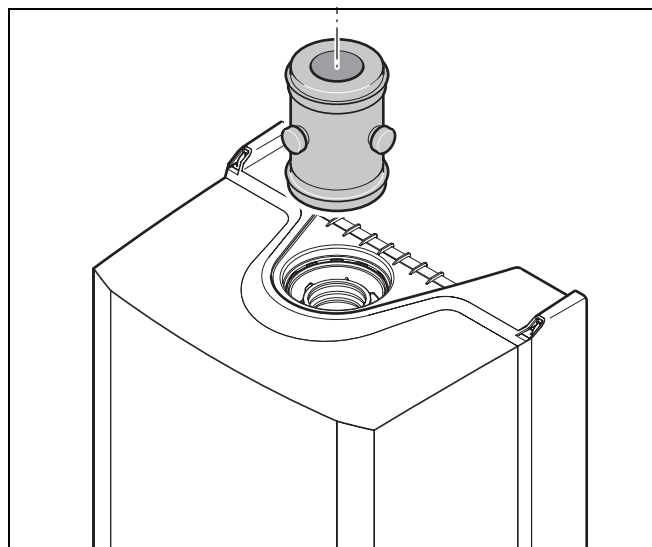

Fig. 12 Racord vertical țeavă de gaze arse
- Se montează țeava de gaze arse vertical pe adaptorul de gaze arse (Fig. 12).